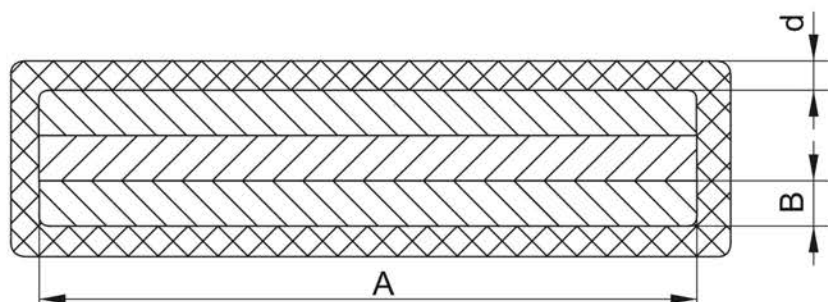

Рисунок 1
- d – толщина изоляции (рисунок 1) $2 \pm 0,2$ мм;